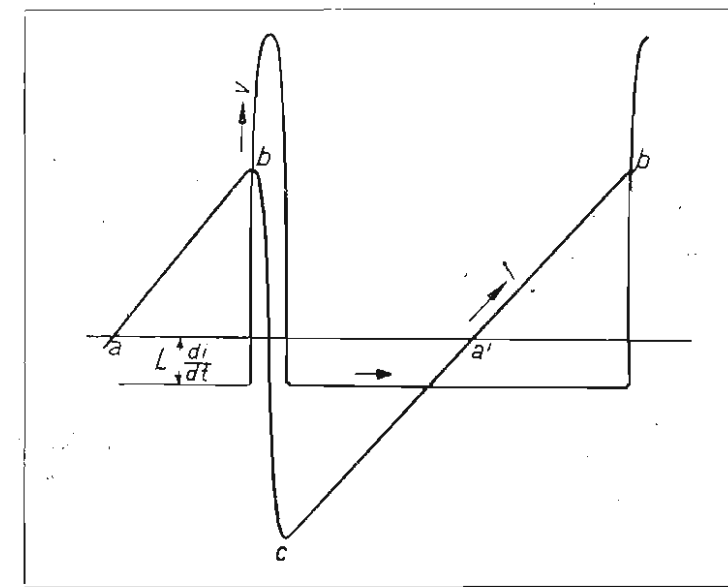

Fig. 5 Aspetto della tensione a denti di sega prodotta dall'oscillatore della base dei tempi
Assumendo che il tempo occorrente per il ritorno di scansione (da *b* a *c* in fig. 5) sia circa 1/10 della durata di un periodo completo (da *b* a *b*), cioè di 65 μ S, con un valore di induttanza $L = 5$ mH ed una variazione totale di corrente I di 800 mA, la tensione durante il ritorno di scansione risulta di 625 V (1).